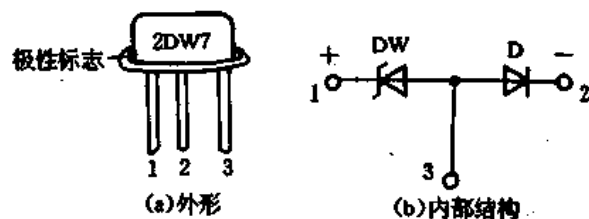

图 6-15 2DW7 型系列稳压管外形及内部结构
(1)结构特点。2DW7 型(2DW7A~2DW7C)稳压管是精密型稳压管,具有良好的温度补偿作用,稳定性好,用于精密电子稳压源中。其外形和内部结构如图 6-15 所示,与普通稳压管不同的是,它是由两个 PN 结背靠背反向串联构成的,它有三个管脚。